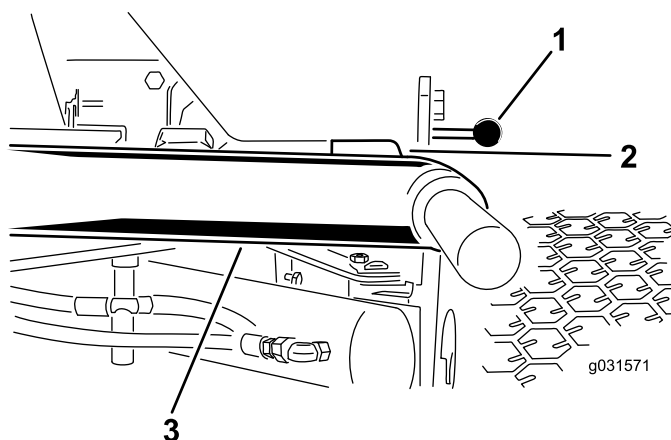

図 11
1. エンジンを開始し、昇降アームを上昇させて、各昇降アームとフロアプレートブラケットとの距離が、図 11のように 5-8 mm になっていることを確認する。